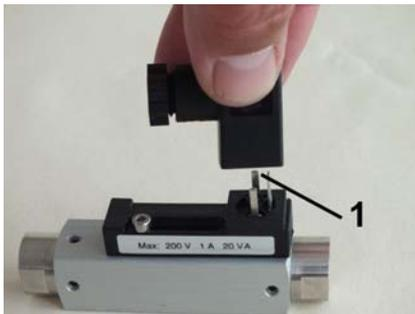

Abb. 20: Steckdose abziehen
2. Steckdose (Abb. 20/1) abziehen